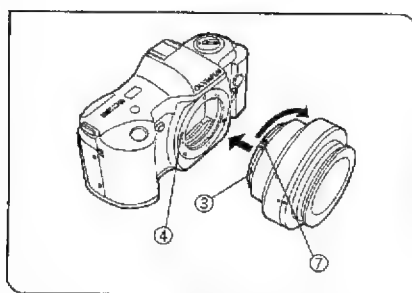

図 44
- 3) OMカメラアダプタのCMマウント部の赤指標③とSC35カメラの赤指標④を合わせて、カチッと音がするまでOMマウント部を時計方向に回します。(図44)
- ◎一眼レフカメラから、マウントを取外す時は、ボタン⑦を押しながら、矢印と反対方向に回し、取外します。(図44)